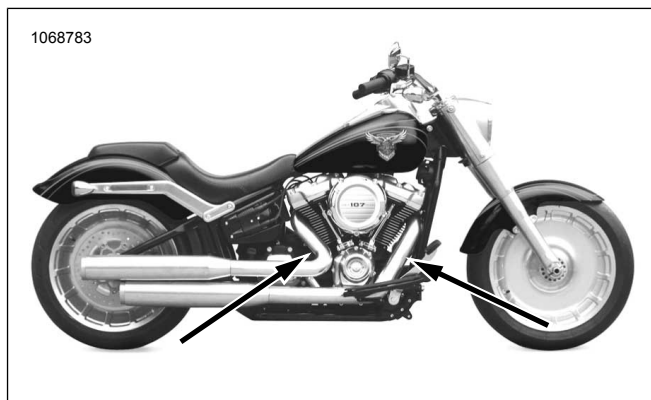

Figure 22. Emplacements de capteur d'oxygène (du côté intérieur des tuyaux d'échappement)
Voir Figure 22, Figure 52 et Tableau 5 Installer les capteurs d'oxygène à large bande (2). En utilisant la douille fendue de capteur d'oxygène (no de pièce HD-48262-A), serrer à un couple de :